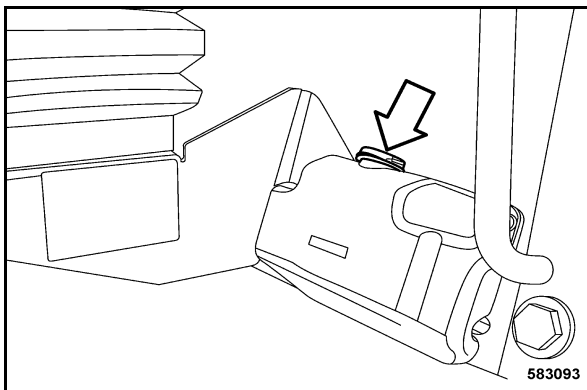

fig. 194
- Vérifier le niveau du liquide dans le récipient (fig. 194) et si besoin, le remplir.